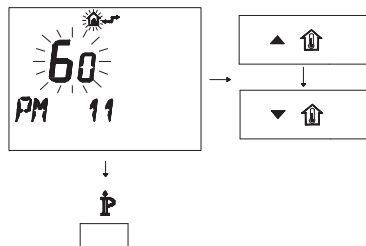

Figura 5.49
- Per modificare il SET programmato agire sui pulsanti ▲🏠 o ▼🏠 e aspettare che il numero programmato cominci a lampeggiare (Figura 5.49). Ogni passo incrementato o decrementato corrisponde a 1 secondi.